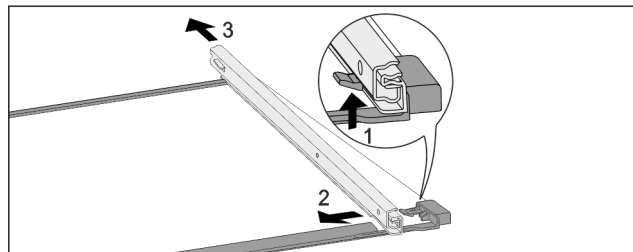

Fig. 133 Sklenená doska s koľajničkami
- Potlačte predný západkový hák nahor. Fig. 133 (1)
- Odsuňte vyťahovaciu koľajničku do strany Fig. 133 (2) a dozadu Fig. 133 (3).